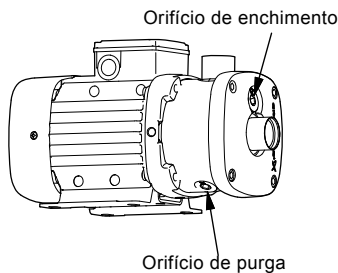

Fig. 10 Posição do orifício de enchimento e do orifício de purga
3. Retire o bujão de enchimento. Consulte a fig. 10.